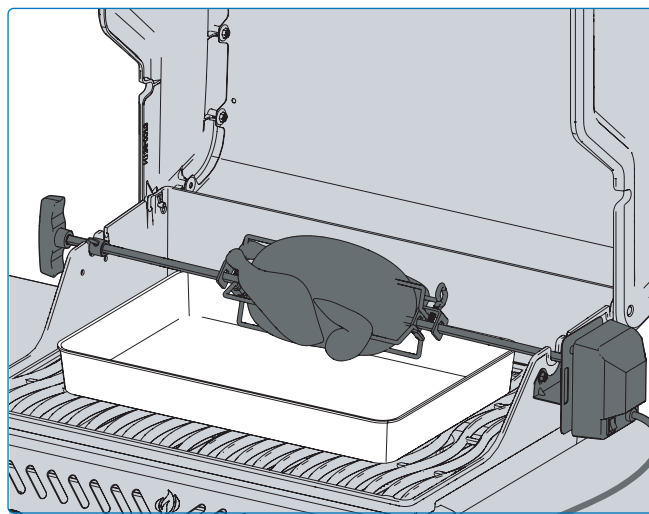

Fig. 15
- Veillez à toujours répartir uniformément la charge sur votre rôtissoire (**Fig. 15**).